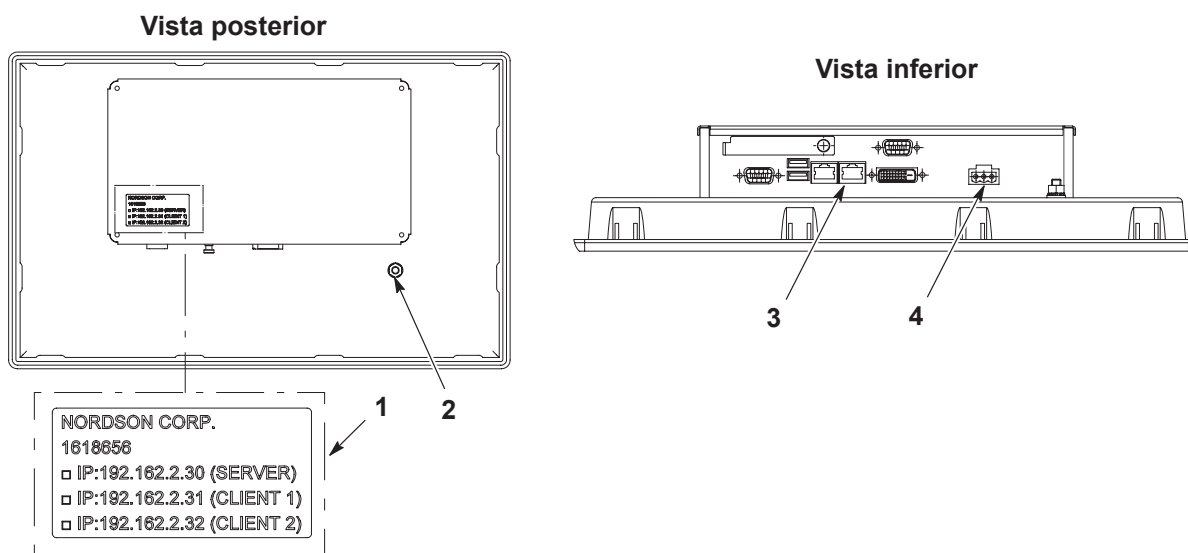

Figura 6-3 Etiqueta IP y conexiones de la pantalla táctil
2. Ver la Figura 6-3. Anotar la dirección IP que está marcada en la etiqueta IPS (1) en la parte posterior de la pantalla táctil actual para su uso posterior.
3. Desconectar la conexión a tierra (2).
4. Desconectar Ethernet (3) y la conexión del cableado de tensión (4).
5. Apoyar la pantalla táctil (5) desde la parte delantera de la puerta o la carcasa de la pantalla remota mientras se retiran los tornillos Allen (6) y los soportes (7) que fijan la pantalla táctil.
10. Marcar la dirección IP correspondiente anotada anteriormente en la etiqueta IP (mostrada en la figura 6-3) de la nueva pantalla táctil antes de cerrar el armario o la pantalla remota.